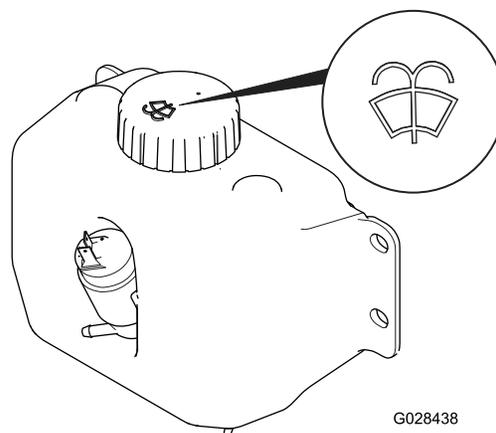

Рисунок 53
- Откройте капот и найдите бачок стеклоомывателя (Рисунок 53).